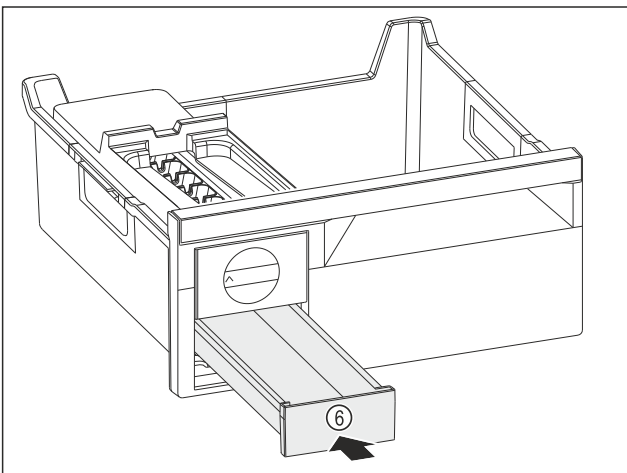

Fig. 150
- ▶ Tolja be a jégkockafiókot Fig. 150 (6).